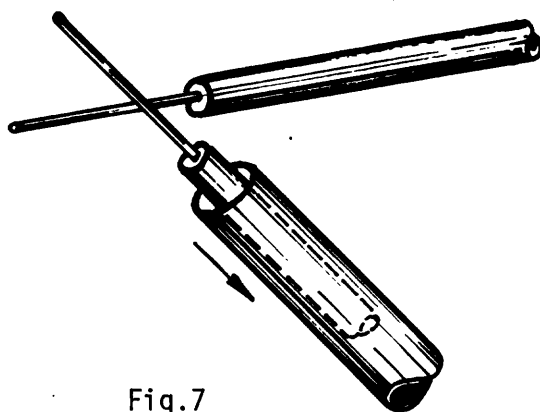

Fig.7
- c Corte e introduzca en el uubo anterior un trozo de aislante de diámetro superior al diámetro externo del primero (fig.7) y de un largo superior al de la unión a realizar.